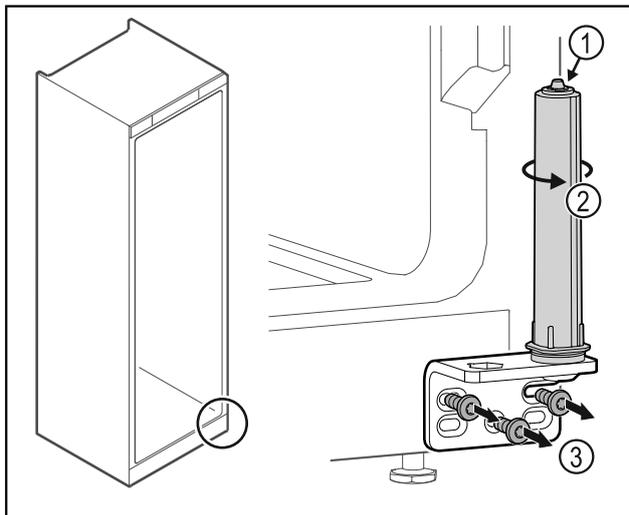

Fig. 50
- Ne pas désassembler le système de fermeture de la porte Fig. 50 (1).
- Tourner le système de fermeture Fig. 50 (2) jusqu'à entendre un clic.
- Dévisser l'équerre de la charnière Fig. 50 (3).